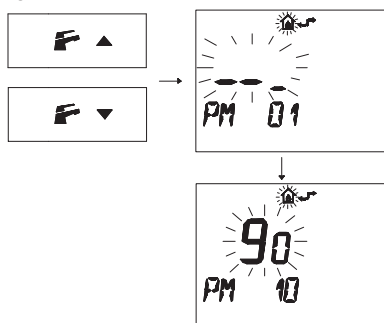

Figura 5.65
- Premere i pulsanti **F**▼ o **F**▲ per visualizzare la programmazione “PM10” selezione della frequenza di accensione (Figura 5.65).
Nella Figura 5.65 si visualizza un SET programmato di **90** corrispondente ad un tempo di riaccensione di 3 minuti circa. Il campo di regolazioni è da 0 a 8 minuti e mezzo. Ogni passo incrementato o decrementato corrisponde a 2 secondi.